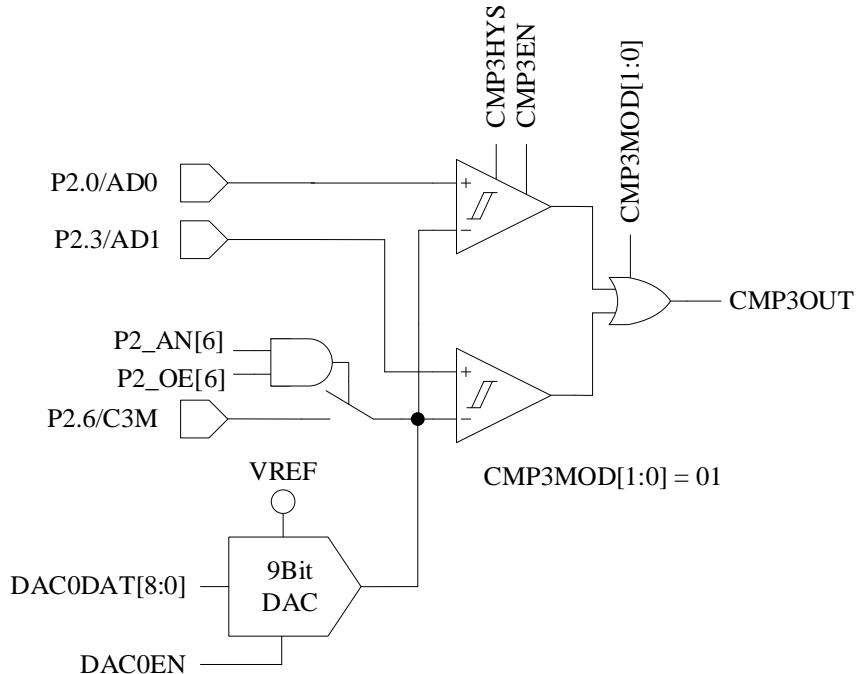

图 27-3 双比较器输入模式
- 配置 $CMP_CR1[CMP3MOD] = 01$, CMP3 为双比较器输入模式，具体输入输出端口及接法如图 27-3 所示